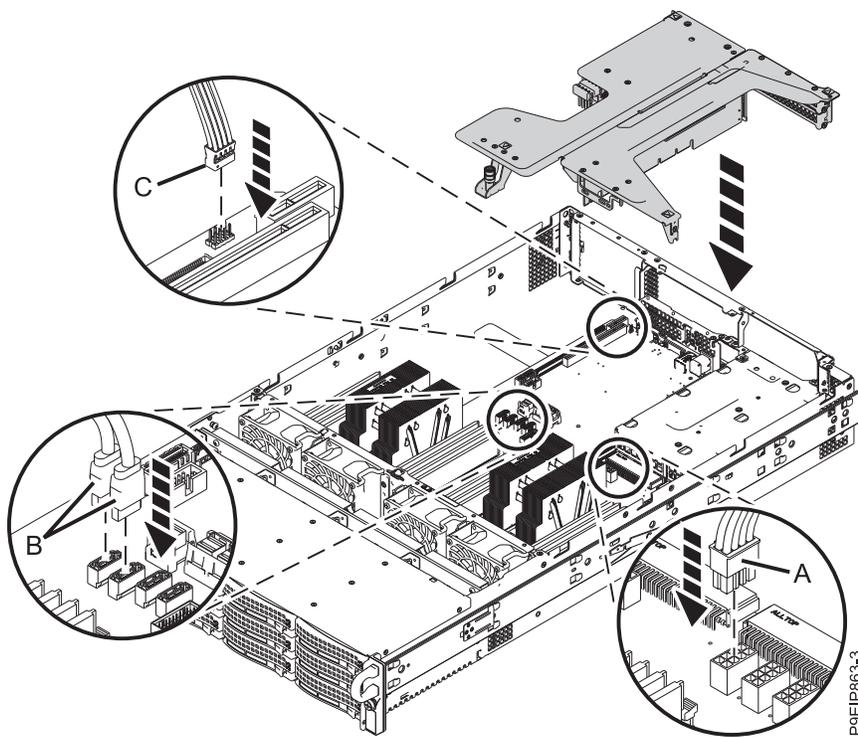

図 29. システム・バックプレーンへのドライブ信号ケーブルおよびドライブ電源ケーブルの接続
6. ラベルとロケーションを確認して、ドライブ信号ケーブル (B) および (C) をシステム・バックプレーンに接続します (32 ページの図 29 を参照)。ドライブ電源ケーブル (A) をシステム・バックプレーンに接続します。親指でコネクタのリリース・ラッチを押して、ケーブルを引き抜きます。